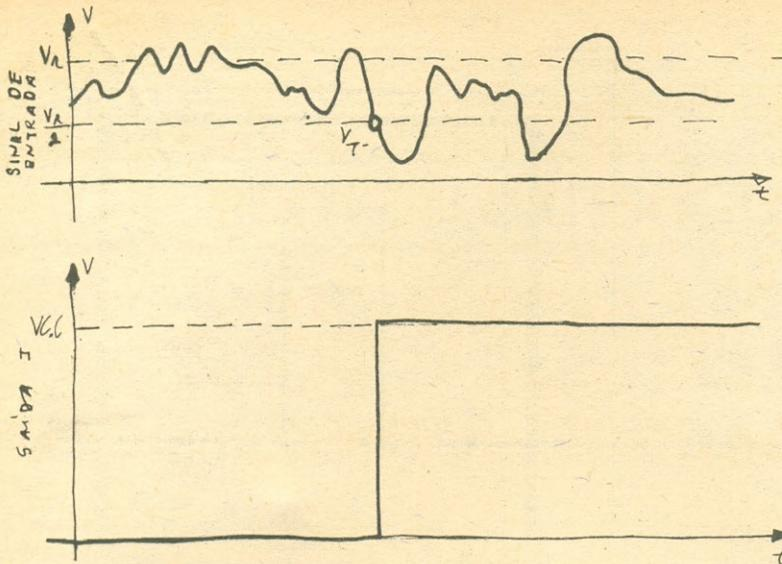

Fig. 2 - Forma de onda que se espera observar no circuito da Fig. 1.
- Mas não se aplica ao circuito da Fig. 1, como bem o mostra o diagrama de fases da Fig. 2!